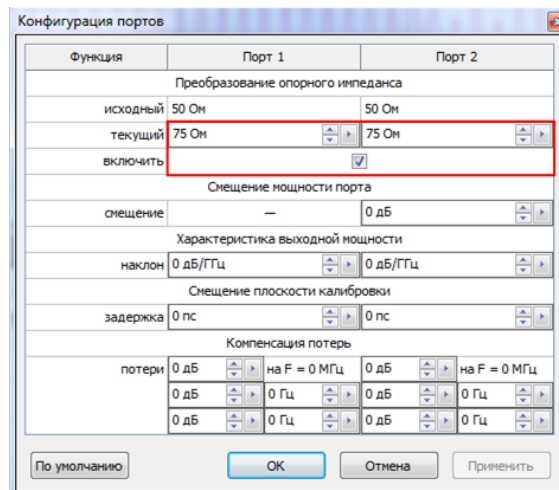

Рис. 18. Пересчет опорного импеданса.
9. В главном меню выбрать *Калибровка* -> *Конфигурация портов* и установить сопротивление измеряемого устройства (в нашем примере 75 Ом) (рис. 18).